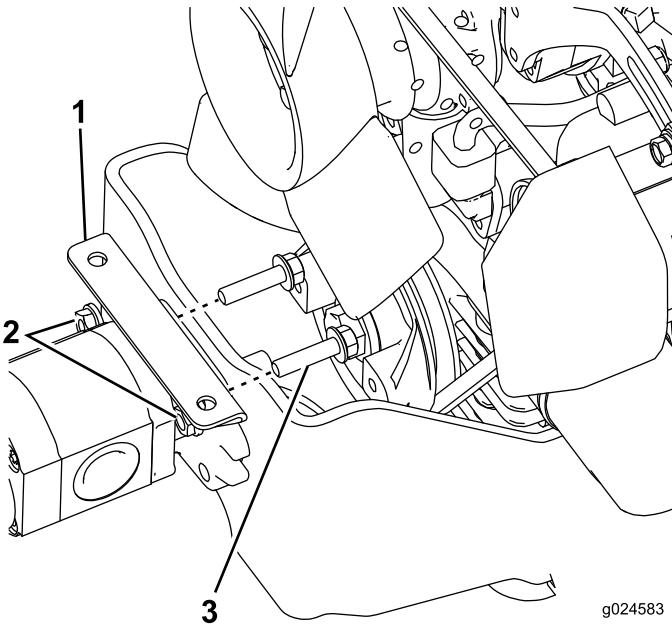

Figura 8
3. Retire os parafusos existentes e instale o suporte da protecção da ventoinha; consulte Figura 8.